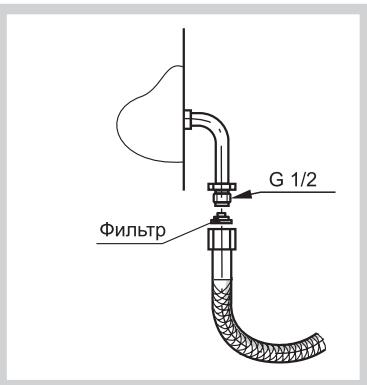

Рис.12
- Подсоединение плиты к газовой сети или баллону должно быть выполнено при помощи гибкого шланга (рис.12) согласно действующим в Вашем регионе нормативным документам в области газоснабжения и безопасности.